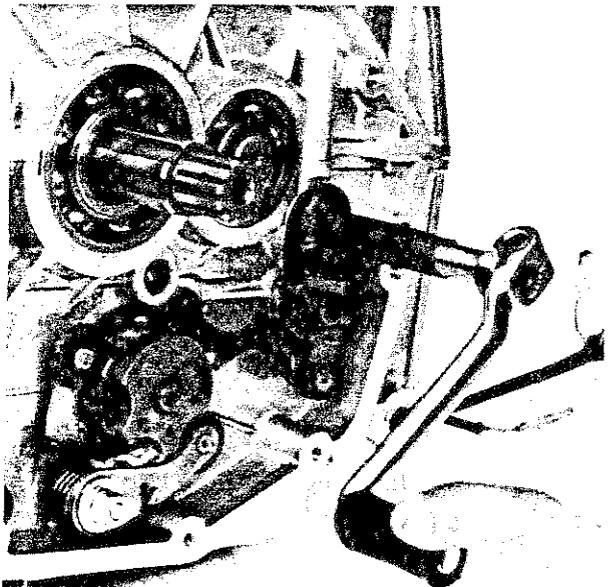

Fig. 146
- 2) Dopo aver montato provvisoriamente il pedale del cambio, inserire una marcia (Fig. 146).
- 2) Temporarily fit the gear shift lever and engage a gear (Fig. 146).